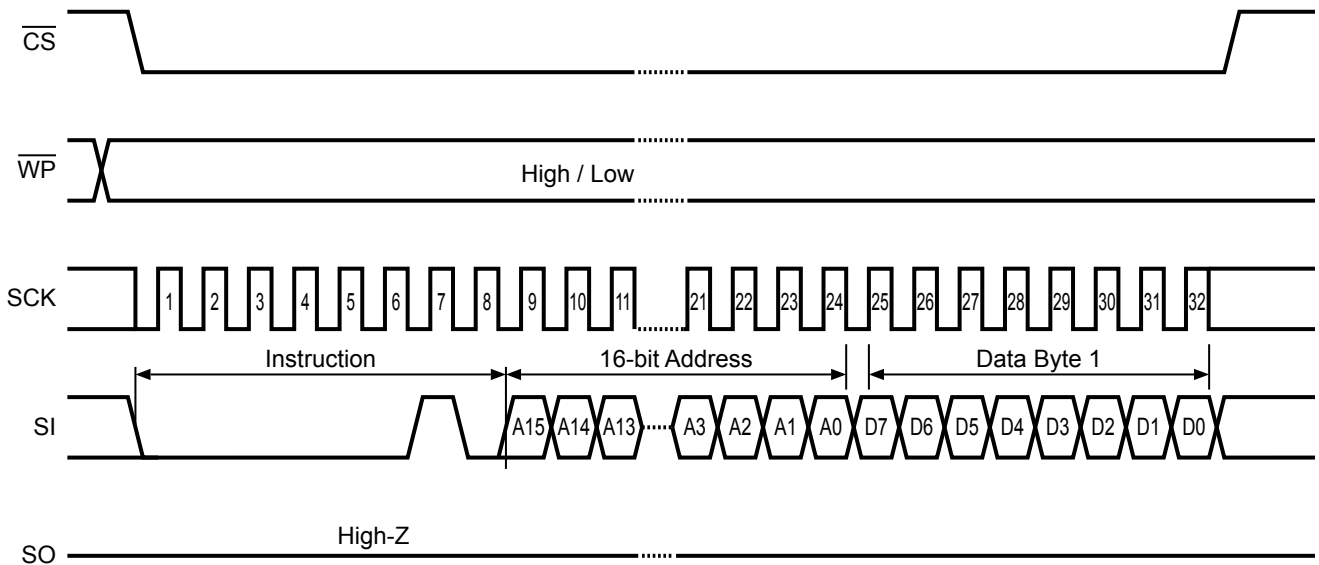

图16 WRITE工作 (1字节)
图16为输入1字节数据时的图示。向芯片选择 ( $\overline{CS}$ ) 输入“L”后，通过串行数据输入 (SI) 输入指令码、地址、数据。输入数据后或在下一个串行时钟上升输入前将芯片选择 ( $\overline{CS}$ ) 设为“H”，就可以开始WRITE工作 ( $t_{PR}$ )，在写入工作结束后，WIP位、WEL位复位为“0”。